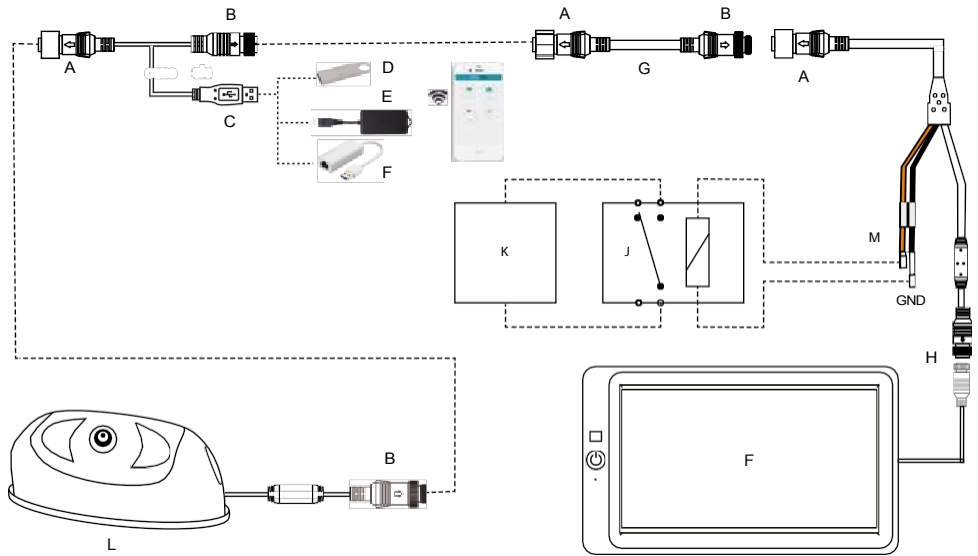

Fig. 1: Aansluiting van de WiFi-module voor het configureren van de camera en het aansluiten van de alarmuitgang
- **Adapter 1:** USB-adapter met de WiFi-module (Fig. 1)
1. Installeer de WiFi-module zoals weergegeven op pagina 10 Fig. 1.